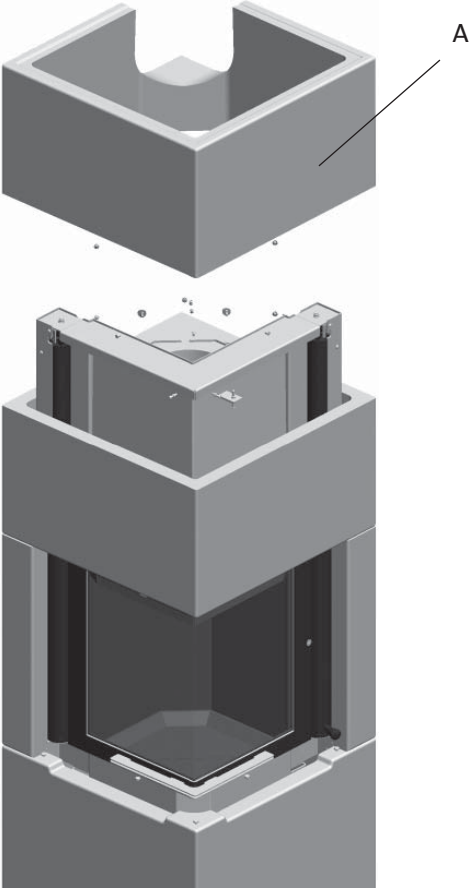

Fig.11
9. Positionieren Sie die Schieferplatte (**Abb. 11 A**). Hinweis: Diese darf nicht verklebt werden, damit ein Zugang zu Servicezwecken möglich ist.